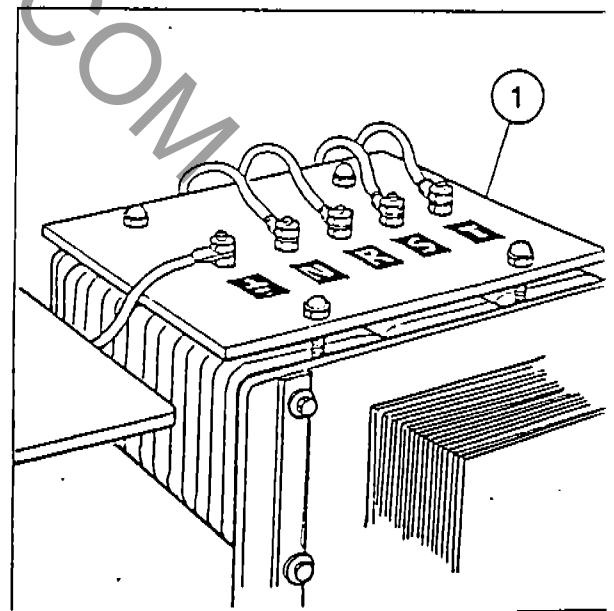

Fig. 2
- Connect power to the ride. The input could be either 220 V 3 phases or 380 volts 3 phases. Power connections on the terminal board (Fig. 2):
- Collegare la linea di alimentazione esterna, controllare prima i collegamenti a stella (Y) triangolo (Δ) sul trasformatore (1-Fig. 2), morsetti (R-S-T-N e —|•) del quadro elettrico (Fig. 2):
In caso di alimentazione esterna con voltaggio nominale V 220 trifase, il morsetto N (neutro) deve essere collegato al morsetto R (sulla stessa fase). Scambiare inoltre il collegamento sul trasformatore (1-Fig. 2) da stella (Y) triangolo (Δ).